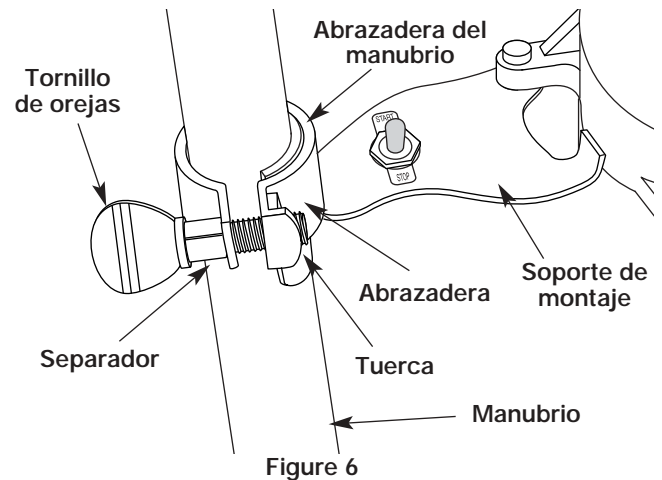

Figure 6
5. Deslice las dos (2) abrazaderas del manubrio sobre los soportes de montaje (Fig. 6).
6. Centre el manubrio y ajuste las dos (2) abrazaderas del soporte de montaje y los cuatro (4) tornillos de la abrazadera del manubrio hasta asegurarlo (Fig. 6 y 7).